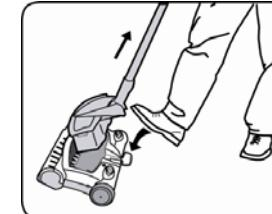

Fig. 12
1. Presione la palanca para desatrabar el recipiente de la tierra con su pie. (Fig. 12)